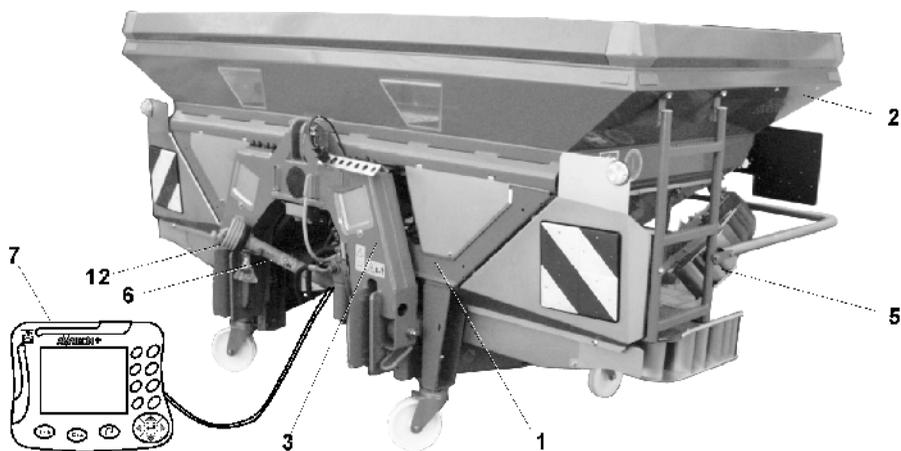

Fig. 3
- Bastidor (Fig. 3/1)
- Recipiente (Fig. 3/2)
- Bastidor de pesaje (Fig. 3/3)
- Aparato par esparcido de límite Limiter (Fig. 3/5)
- Eje cardánico (Fig. 3/6)
- Ordenador de a bordo Amatron+ (Opción) (Fig. 3/7)
- Protección de eje cardánico (Fig. 3/12)
2. Coger por la empuñadura y girar la herramienta hacia la empuñadura (Fig. 3).